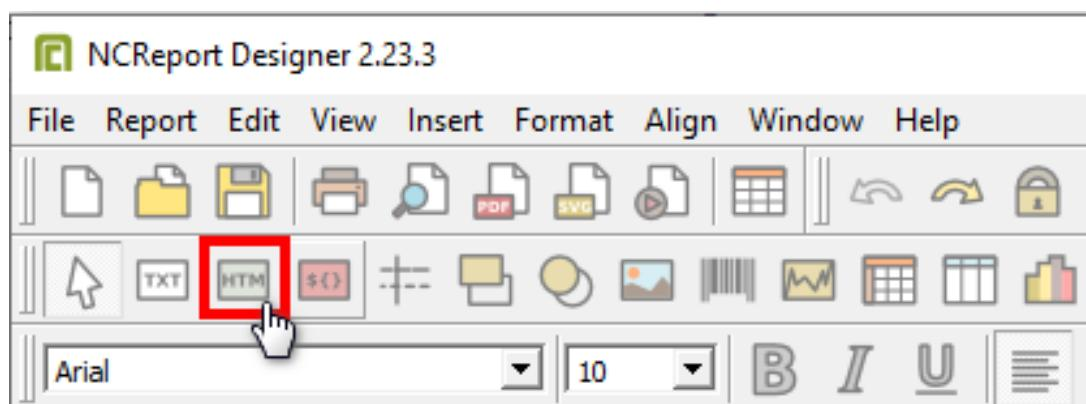

Рисунок 151 - Инструмент Text
1. Выберите инструмент Text (Рисунок 151).